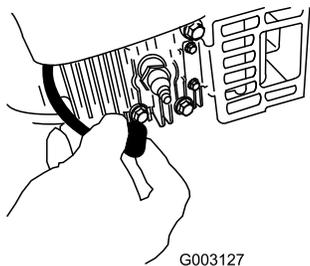

Figura 41
2. Staccate il cappello dalla candela (Figura 41) prima di eseguire interventi di manutenzione.